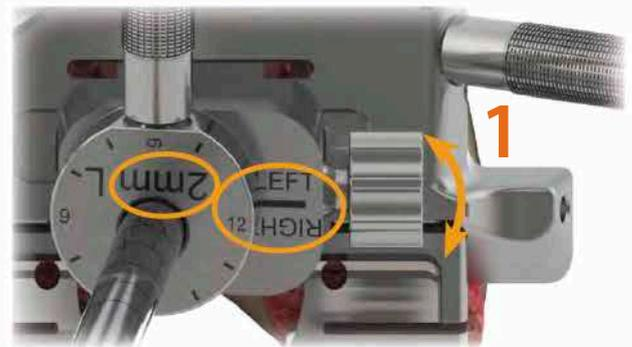

Fig. 30
Cuando alcance la posición óptima del Bloque de corte 4 en 1, fije la configuración con el tornillo lateral (1) (Fig. 30).
Tenga en cuenta el offset y su posición (en el caso mostrado en la Fig. 30 puede observar un offset de 2mm y una posición de 12) para el montaje de la prueba y del implante definitivo.